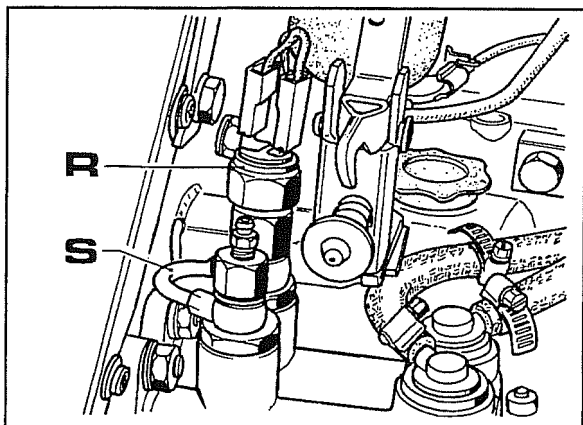

Fig. 4
- 1 Togliere il bulbo **R** luci stop e il tubo By pass **S** (fig.4).
- a. Togliere il bulbo **R** luci stop e il by pass **S** (fig.4) quindi scollegare i tubi di mandata e aspirazione.